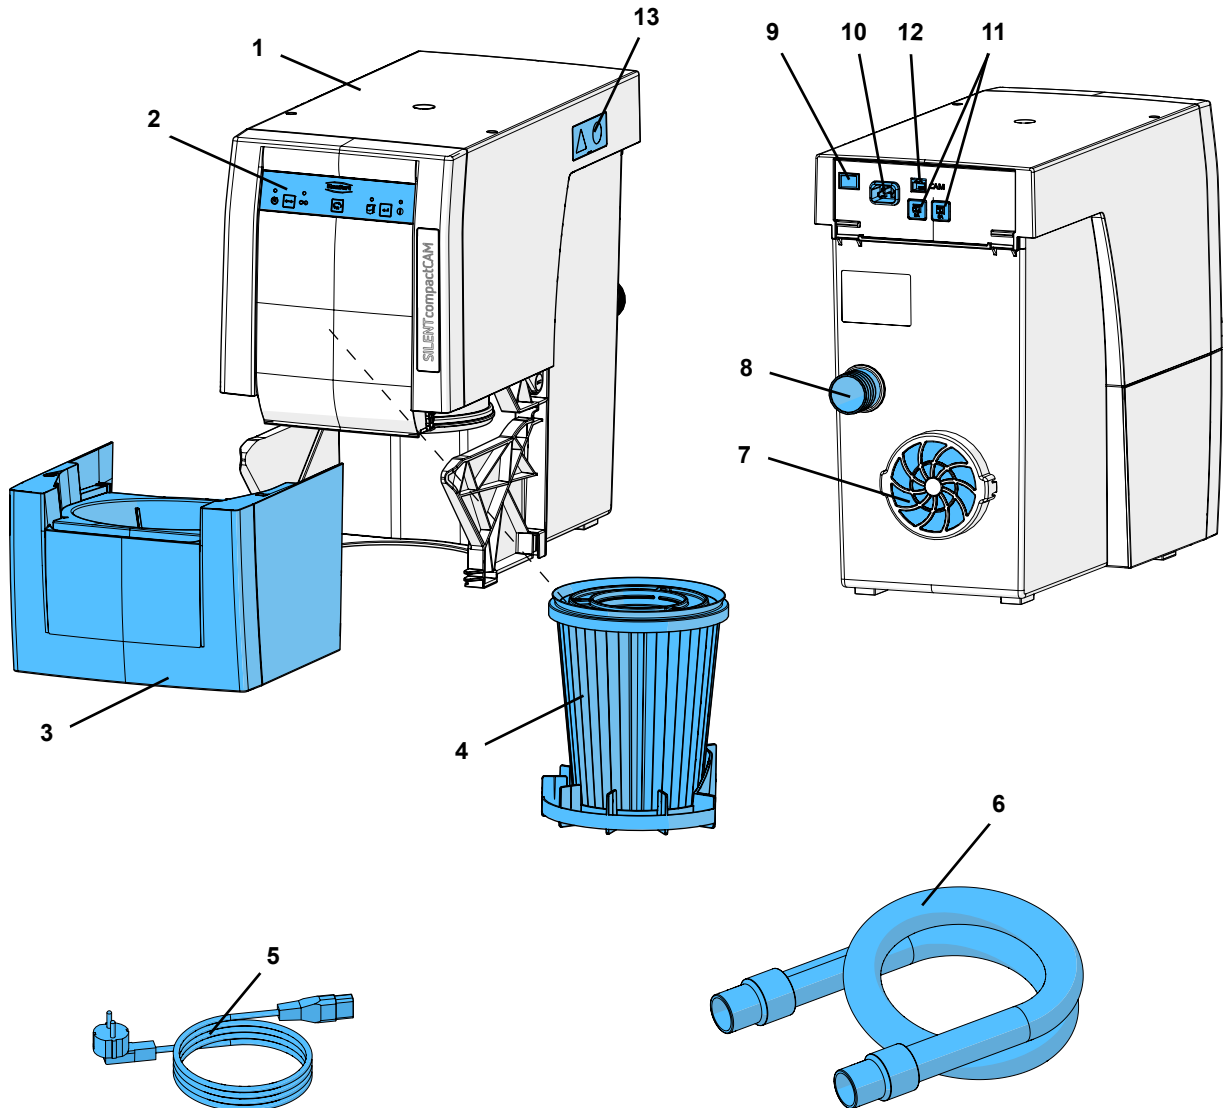

图 1
- 排气孔不能被堵塞 (7, 图 1)。
- 柜子背面的开口至少要有250 x 120毫米大，正对着排气口（7，图1）。
- ⇒ 按开/关键关机 (9)。
- ⇒ 将电源线 (5, 图1) 与电源 (10) 连接。
- ⇒ 将吸尘管 (6, 图 1) 连接在吸尘端口 (8) 上。